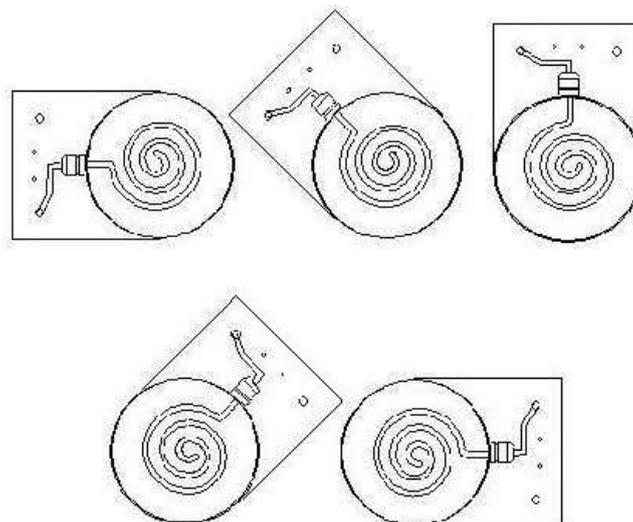

Fig.10
3.8 COLLEGAMENTO E MONTAGGIO RISCALDATORE (BE)
- Il riscaldatore può essere installato sia orizzontalmente che verticalmente; nel caso di riscaldatore elettrico installato orizzontalmente, la scatola elettrica deve rispettare una delle posizioni di montaggio mostrate in Fig. 10.
3.8 (BE) HEATER MOUNTING & CONNECTION
- The heater can be installed both horizontally and vertically; in case of horizontal electric heater, the electric box must be placed according to one of the positions shown on Fig. 10.